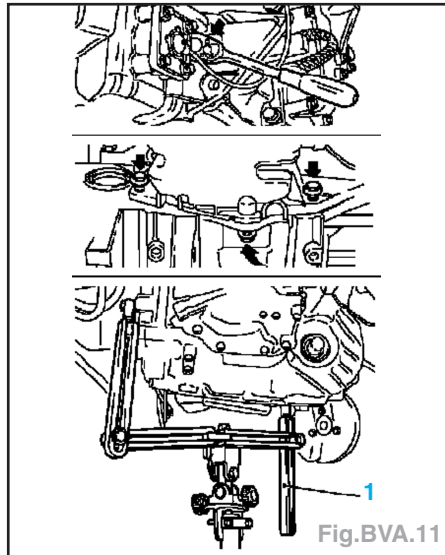

Fig.BVA.11
- Déposer le capuchon, les 3 vis (flèches) pour le convertisseur du disque d'entraînement, les vis inférieures de boîte et reposer le support MKM-886 (1) au cric hydraulique et à la boîte (Fig.BVA.11).